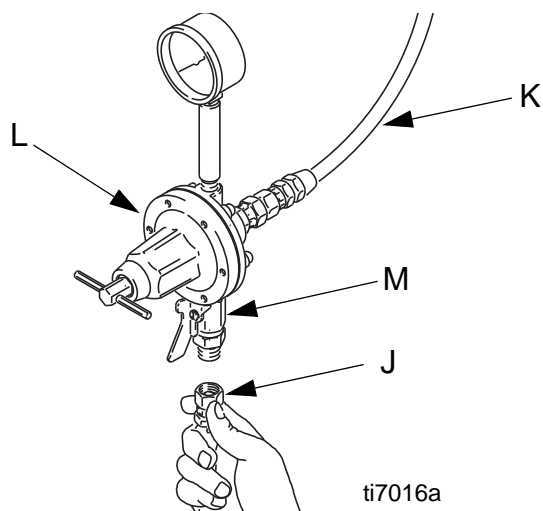

FIG. 8 : Branchez le flexible du fluide.
- Installez un régulateur de fluide (L) sur la conduite de fluide pour réguler la pression du fluide au pistolet. Voir FIG. 8.
- Installez un robinet d'arrêt du fluide (M) pour fermer l'alimentation du fluide au pistolet.